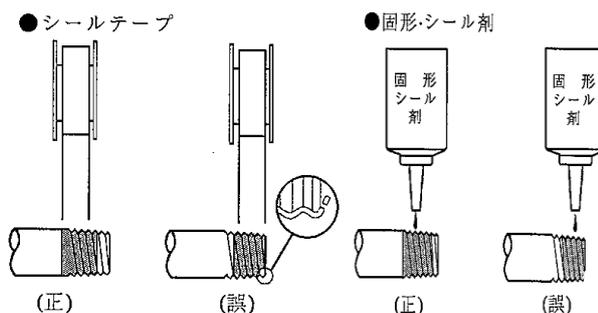

図2. 配管シール要領
- 3) 配管にはシールテープまたはシール剤をういますが、ネジ先端から2山程度残して使用し、管内や機器内部にテープ層やシール剤の残材が入り込まないように気を付けてください。(図2)